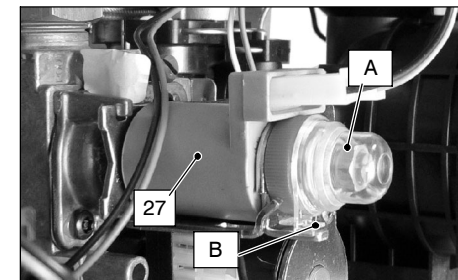

fig. 7.2
- 7 Rimuovere il cappuccio di protezione "A" dell'operatore modulante 27 in fig. 7.2 ruotandolo in senso orario per liberarlo dal fermo "B" e facendo leva con un cacciavite piatto nella scanalatura.